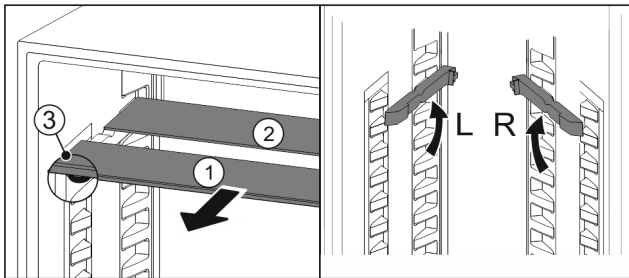

Fig. 104
- Glasplatten einzeln nach vorne herausziehen Fig. 104 (1).
- Glasplatte Fig. 104 (1) mit Zierleiste liegt vorne.
- Stopps Fig. 104 (3) zeigen nach unten.